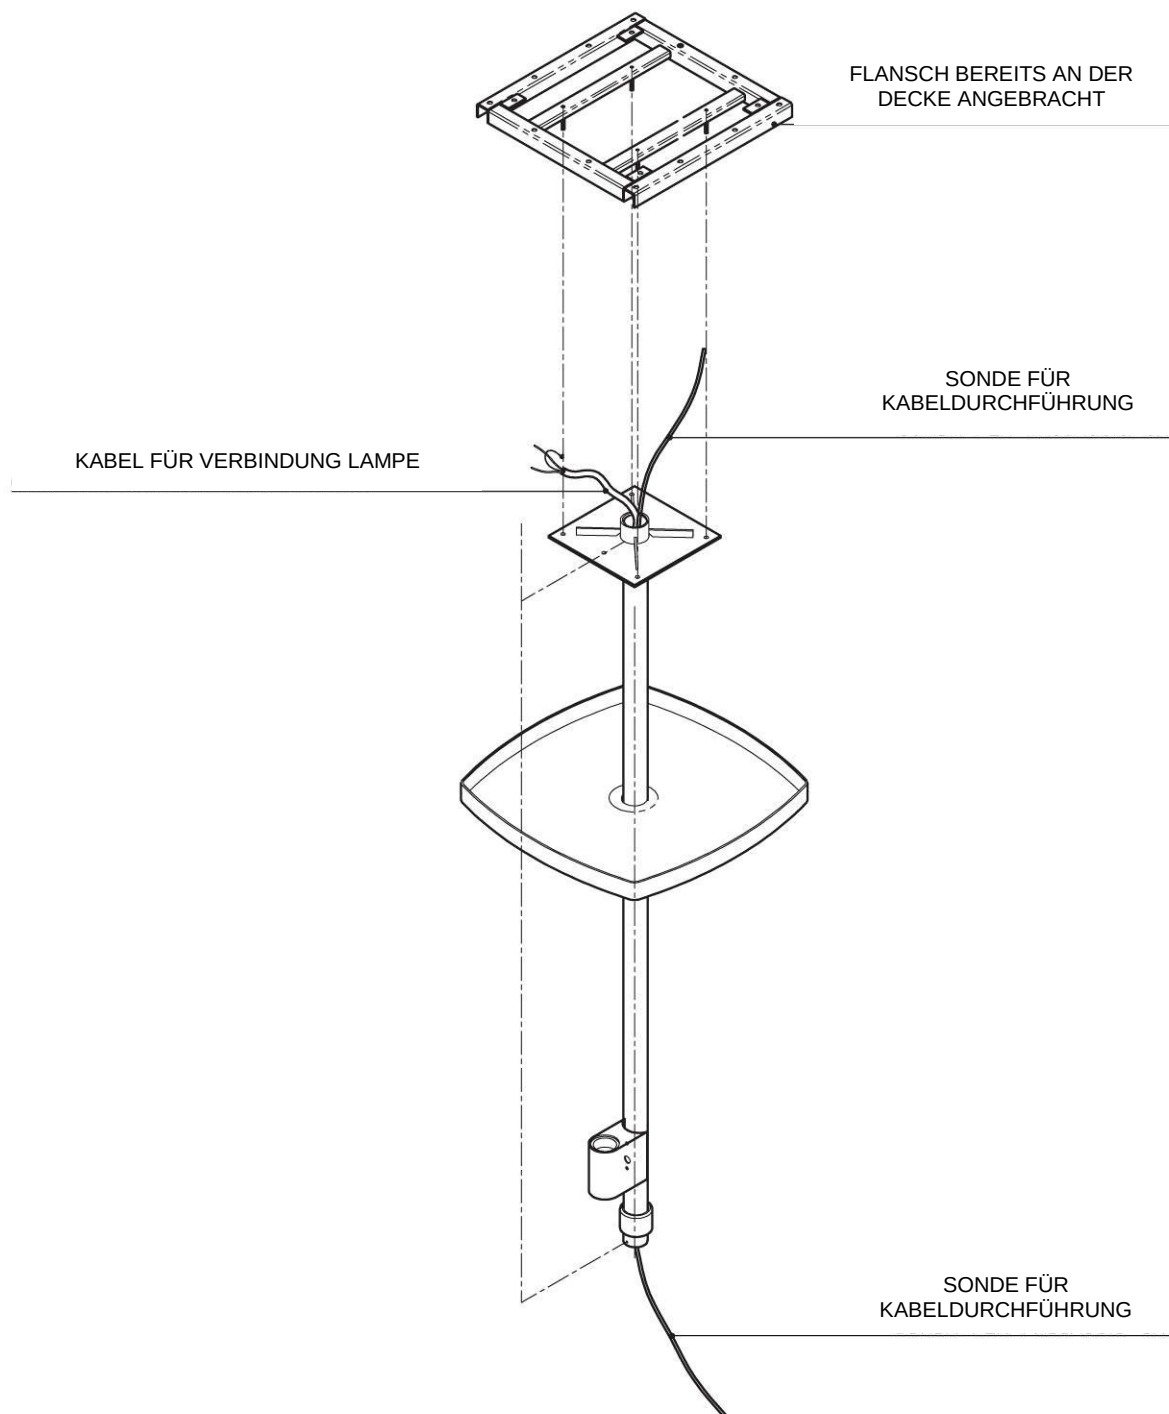

Abb. 5.
- a. Die Anweisungen auf **Abb. 5** befolgen.
- b. Das Stützrohr (4) weist einen bereits montierten Ring zur Abdeckung (7) der Schrauben und der Kupplung auf.
- d. Die Abdeckung (22) des Flansches am oberen Ende des Rohres einsetzen.
- e. Das Rohr im Flansch montieren, wie angegeben auf **Abb. 5**; dabei darauf achten:
- Die Bohrungen wie auf **Abb. 5** angegeben ausrichten